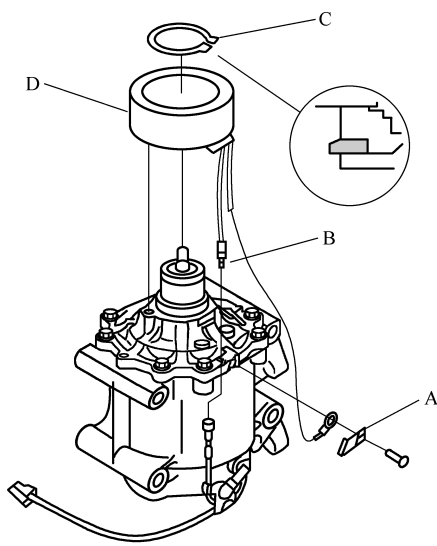

图 5-13 拆下励磁线圈
4) 如图 5-13 所示，拆下螺栓和固定器 A，然后断开励磁线圈插接器 B。使用卡环钳拆下卡环 C，然后拆下励磁线圈 D。小心不要损坏励磁线圈和空调压缩机。